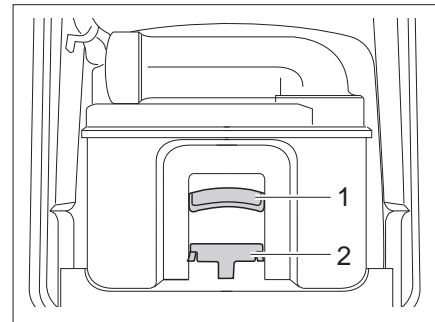

Bild 266 Thetford-Kassette
- Haltebügel (Bild 266,2) nach vorn ziehen um die Toiletten-Kassette zu entriegeln und Kassette am Griff (Bild 266,1) herausziehen.